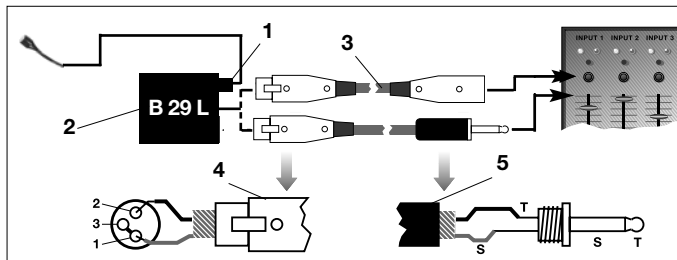

Fig. 3 : Schéma de raccordement avec B 29 L
Voir Fig. 3.
Cf. Fig. 3. 2. Raccordez le B 29 L (2) sur l'entrée voulue.